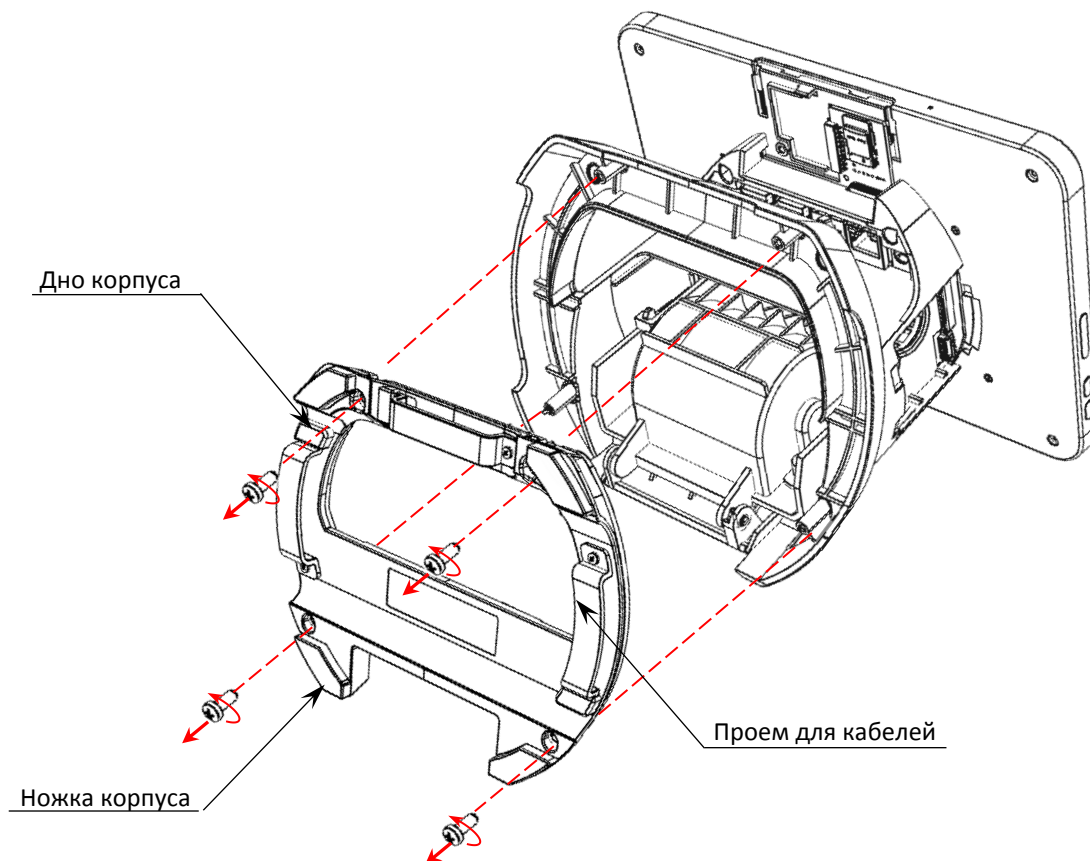

Рисунок 17. Отделение дна от стойки смарт-терминала
25. Совместить дно изделия с нижней частью стойки, вкрутить винты (см. рисунок 17).